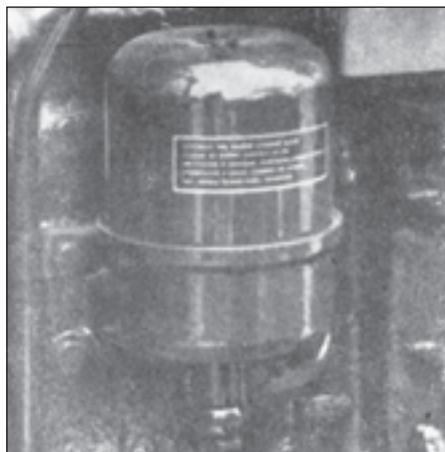
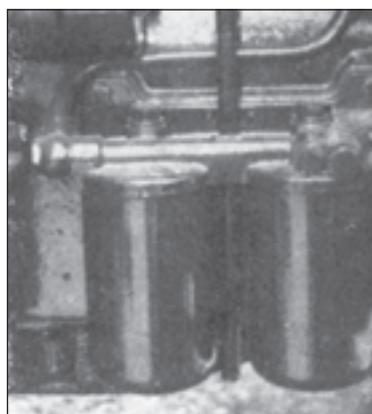

Fig. 167
Fig. 168
31. Nettoyer l'épurateur centrifuge d'huile (fig. 167) sur les tracteurs Z 6211-7245. Laver à l'essence les éléments de filtration des étages principal et by-pass de l'épurateur (fig. 168) sur les tracteurs Z 5211 et Z 5245.